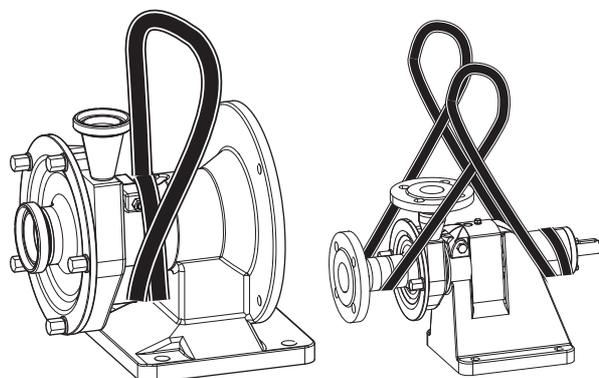

Fig. 53 Transport avec grue
1. Poser deux fois la corde ronde autour du collet de la lanterne (voir Fig. 53 «*Transport avec grue*», Page 32).
1. Poser la corde ronde deux fois autour du bout du palier. (voir Fig. 53 «*Transport avec grue*», Page 32).